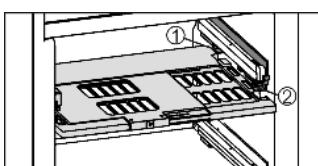

Fig. 11
- Установка пластины регулировки влажности: попреречные ребра крышки на пластине вставить через низ в задний держатель Fig. 11 (1) и защелкнуть спереди на держателе Fig. 11 (2).